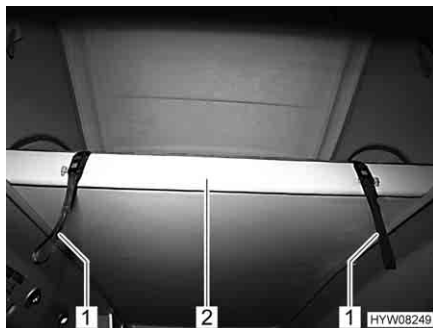

Bild 24 Klappbare Liegefläche
- Falls die klappbare Liegefläche nach oben geklappt ist: Liegefläche (Bild 24,2) an den Hilfsgurten (Bild 24,1) nach unten ziehen.